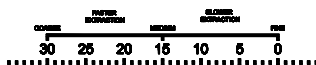
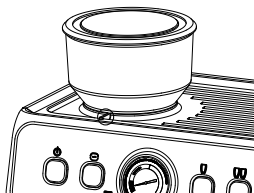

Fig. 4: de koffiemaling, van 0 tot 30, loopt van fijn naar grof. Een groter getal betekent grover gemalen koffie.
Fig. 5
Er zijn markeringen op de bonencontainer om de grofheid van de gemalen koffie aan te geven, zie Fig. 4. Om de gewenste grofheid van de koffie te bereiken, zorg je ervoor dat de instelling van de container (1) op de bonendoos is uitgelijnd met de gemarkeerde positie op de bonencontainer (zie Fig. 5).